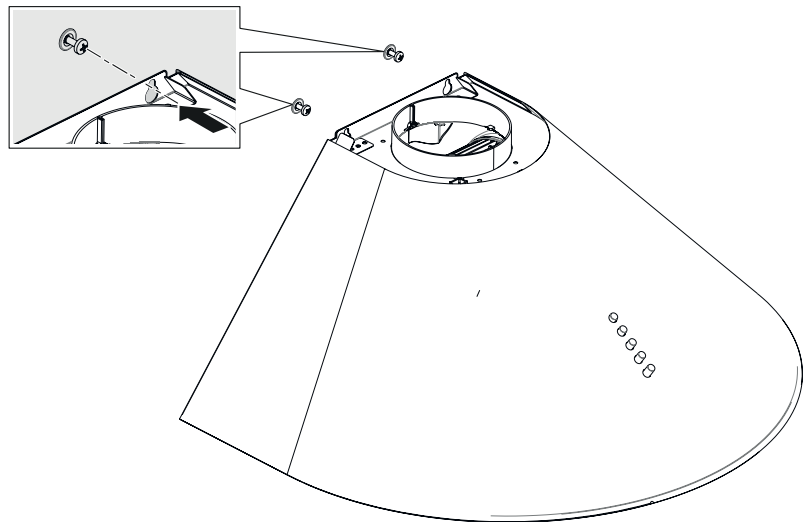

Рис. 12
- 1.** ➔ Візьміть прилад за корпус і помістіть його на гвинти для підвісу на стіні та затягніть гвинти (Рис. 12).